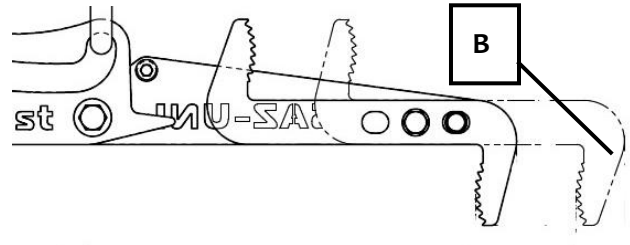
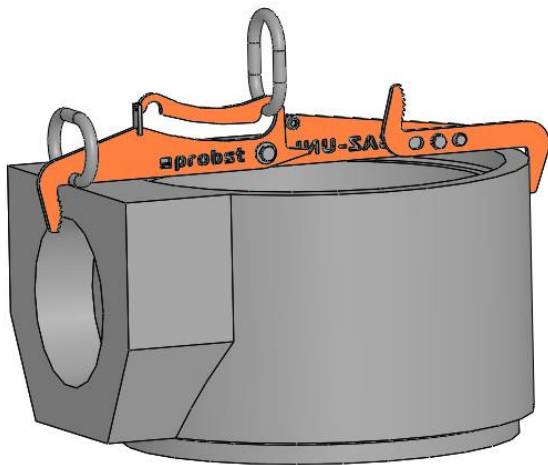

Bild 5
Bild 6
Beim Greifen von Muffenteilen (Bild 6) muss der bewegliche Greifarm (1) um 180° gedreht werden. Vergrößerung des Greifbereiches von 550 mm auf 625 mm (Greifbereich (B) siehe Bild 5) Hierzu Federriegel (2) etwas herausziehen und gleichzeitig verdrehen, bis sich der Greifarm bewegen lässt. Anschließend muss der Greifarm (1) durch erneutes Einrasten des Federriegels (2) arretiert werden.